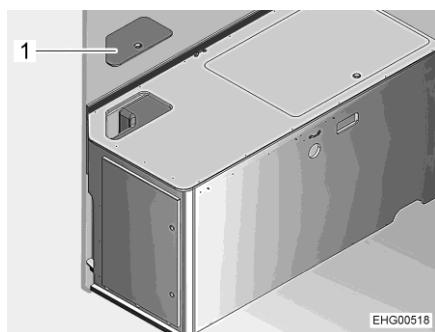

Fig. 112 Cassone letto a sinistra
- Rimuovere il coperchio di servizio (Fig. 112,1).